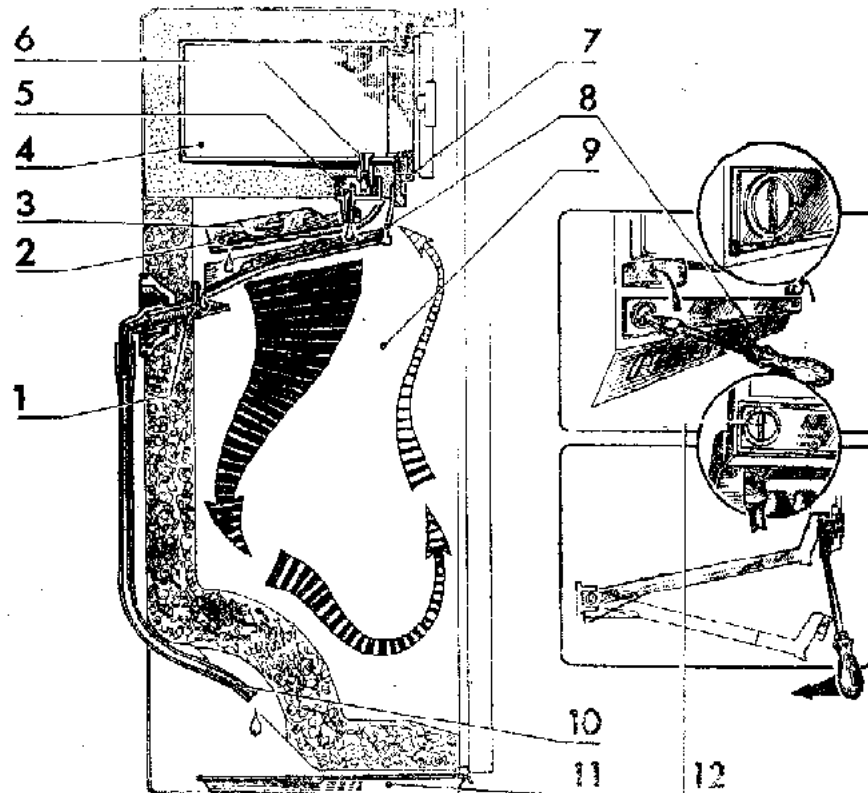

Рис. 2. Схема охлаждения и оттаивания.
5.5. Схема охлаждения холодильной камеры и ИТО, оттаивания и слива талой воды показана на рис. 2.
8.5. Талая вода из НТО удаляется через сливное отверстие 6 (см. рис. 2) и далее по каналам ограждения испарителя и трубопроводу выводится в сосуд для талой воды.
При наличии остатков продуктов на стенках НТО промывку предпочтительно осуществлять при снятом ограждении 8 (см. рис. 2), производя слив загрязненной воды в эмалированный сосуд или другую подходящую емкость.
Для устранения запаха необходимо промыть НТО теплой водой несколько раз. Чтобы промывка была более полной целесообразно залить в НТО приблизительно 1 литр теплой воды, предварительно заглушив сливное отверстие (см. рис. 2), и покачать шкаф.